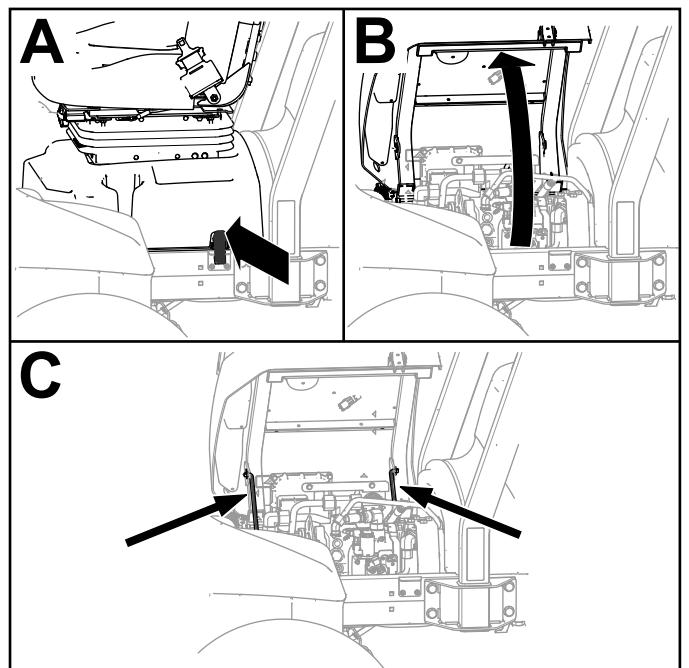

Figure 69
1. Déverrouillez le socle du siège (A de Figure 69).
2. Basculez le siège et son socle sur le côté (B de Figure 69).
3. Soutenez-les dans cette position avec les bêquilles (C de Figure 69).